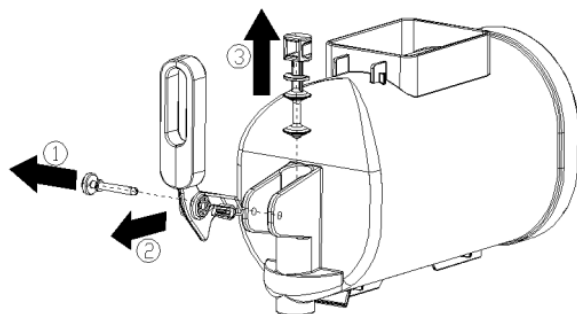

Fig.10
5. Adskil udløbshanen i den viste rækkefølge (som vist i fig. 10).